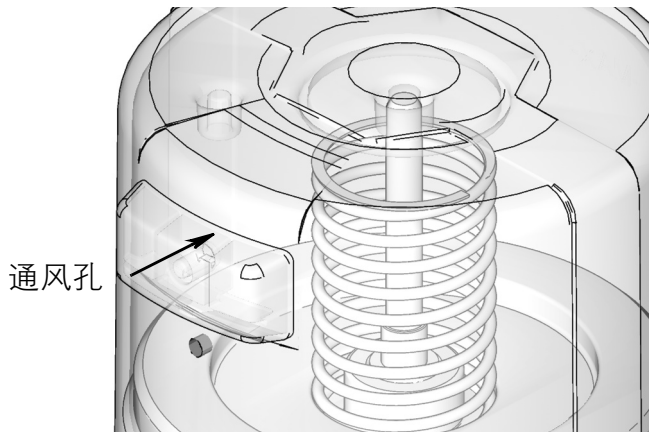

图 13
3. 将润滑脂注入液箱，直至从动板的密封件突破通风孔（图 13），大多数空气从液箱中排出。